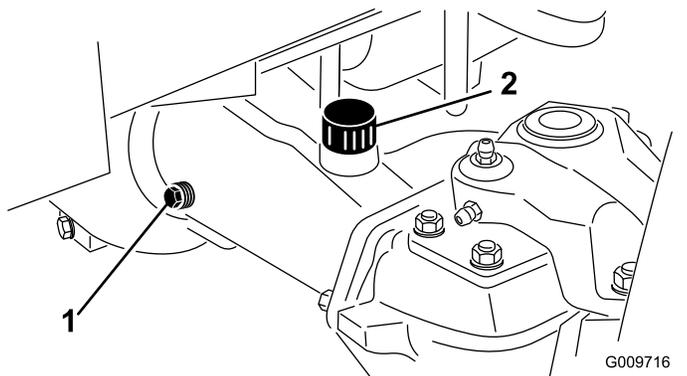

Bild 106
2. Entfernen Sie eine Prüfschraube aus einem Ende der Achse (**Bild 106**) und stellen sicher, dass das Öl die Unterseite des Lochs erreicht. Entfernen Sie bei niedrigem Ölstand die Füllschraube (**Bild 106**) und füllen genug Öl ein, um den Stand bis an die Unterseite der Prüfschraubenöffnungen anzuheben.